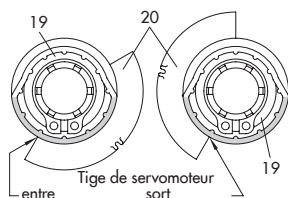
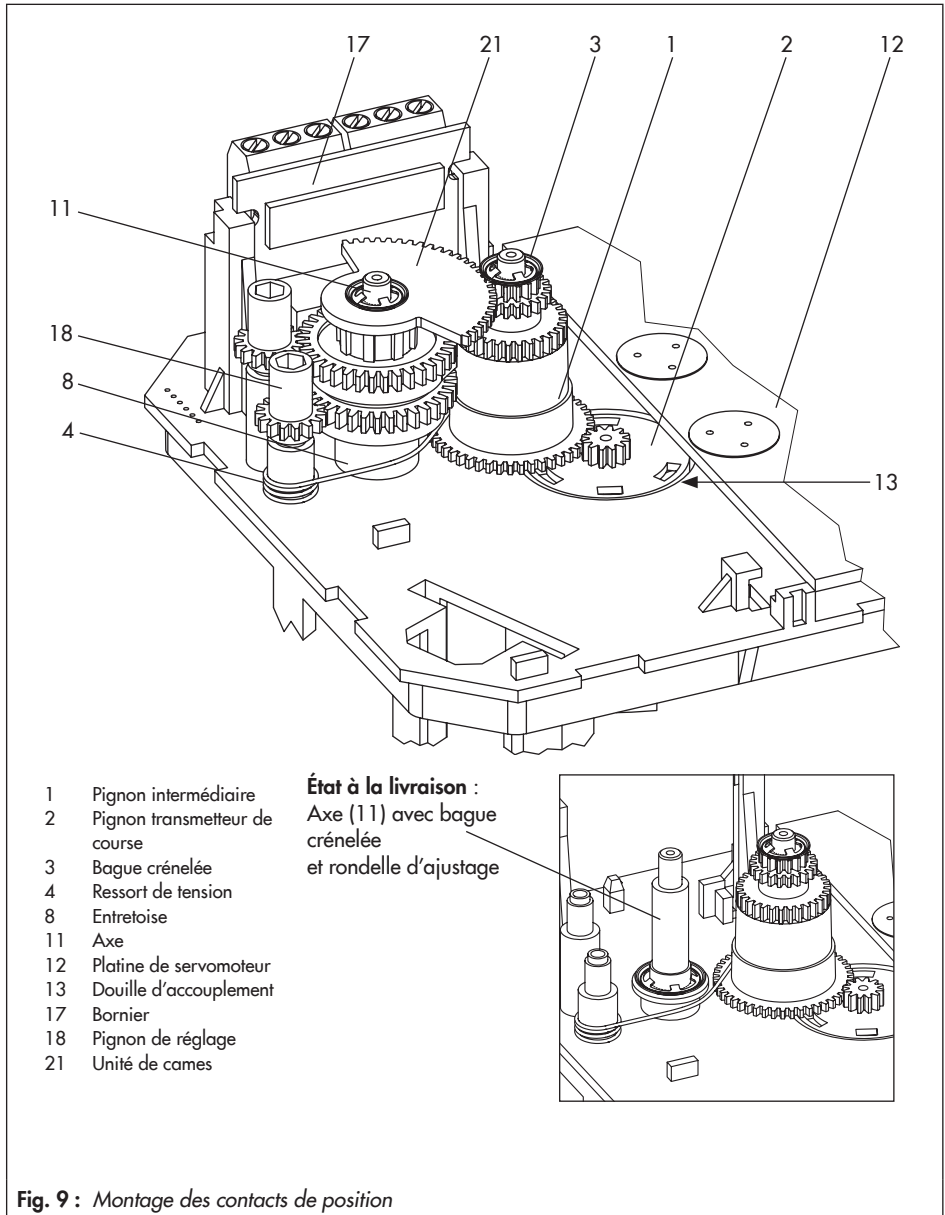

Fig. 7 : Alignement came de contact-secteur denté
Fig. 9 : Montage des contacts de position
Montage des contacts de position (Fig. 7 à Fig. 9) :
Les cames de contact (19) sont prémontées avec les secteurs dentés (20) et les bagues de retenue (9) pour former l'unité de cames (21, cf. Fig. 9).
3. Retirer la bague crénelée et la rondelle d'ajustage de l'axe (11).
4. Pousser les pignons de réglage (18) sur leurs axes et fixer chacun d'eux avec une vis (16). Vérifier que chaque pignon peut tourner facilement et desserrer légèrement la vis si nécessaire.
5. Faire tourner la came de contact (19) selon la Fig. 7 en fonction de la position de la tige de servomoteur sur le secteur denté (20).
6. Pousser l'entretoise (8) sur l'axe (11) en veillant à ce que le côté long du ressort de tension se trouve entre l'entretoise et le pignon intermédiaire.
3. Positionner le bornier (17, cf. Fig. 9) à la base du support à un angle d'env. 45° avec les relais orientés vers la bord de la plaque intermédiaire, puis faire pivoter l'extrémité supérieure du support jusqu'à ce que le bornier s'enclenche.